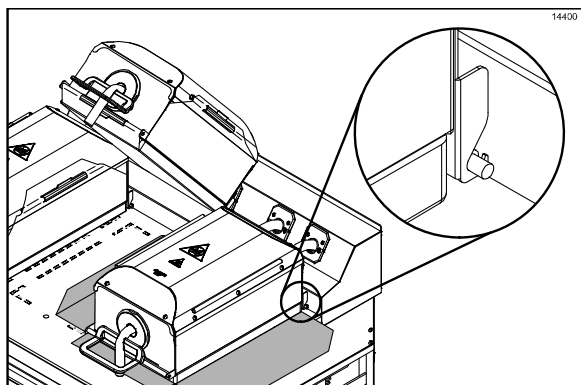

Figura 9
2. Encaixe a barra de retenção do material nos ganchos fornecidos na cobertura. (Veja a Figura 9.)